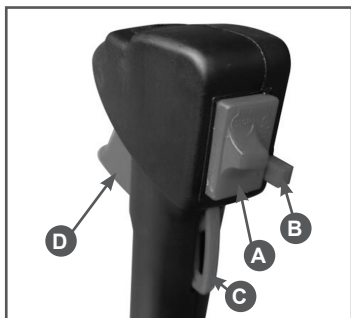

Рис. 12 Рукоятка управления
4. Установите выключатель зажигания А в нижнее положение (ВКЛЮЧЕНО) (Рис. 12).
5. Нажмите одновременно на стопорный рычаг С и рычаг газа D. Зафиксируйте рычаг газа в нажатом состоянии кнопкой В (Рис. 12).
9. После запуска переведите рычаг газа в режим холостого хода. Для этого необходимо быстро нажать и отпустить рычаг газа D (кнопка блокировки В при этом освободится) (Рис. 12). Прогрейте двигатель в течение 30 секунд.
4. Переверните устройство свечным отверстием вниз и зафиксировав рычаг газа в нажатом состоянии кнопкой В (Рис. 12), несколько раз сильно и часто дерните за ручку стартера для удаления лишнего топлива из цилиндра.
2. Дайте двигателю поработать без нагрузки в течение 15-20 секунд, затем заглушите двигатель, установив выключатель зажигания А (Рис. 12) в положение STOP (ВЫКЛЮЧЕНО).